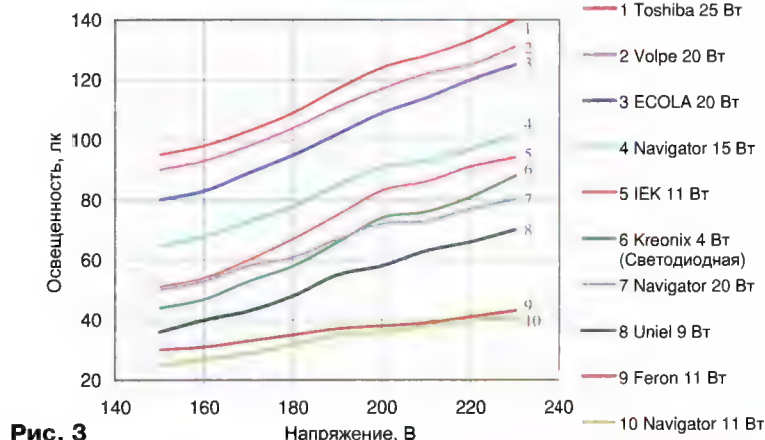

Рис. 3
В статье В. В. Черепанова, А. В. Коротчаева "Исследование характеристик компактных люминесцентных ламп" (Энергосвет, 2011, № 3 (16), с. 65—68, URL: <http://www.energsovet.ru/bulstat.php?idd=181>) приведено исследование зависимости освещённости рабочего места от напряжения питания для КЛЛ различной мощности и разных производителей. Эти зависимости показаны на **рис. 3**. Из них следует, что интервал регулировки яркости у КЛЛ гораздо меньше, чем у лампы накаливания, поскольку снизу он ограничен напряжением, при котором КЛЛ уже не работает. Но всё же регулировка вполне возможна, хотя и в меньших пределах, чем у ламп накаливания. При этом интервал регулировки больше у более мощных КЛЛ.